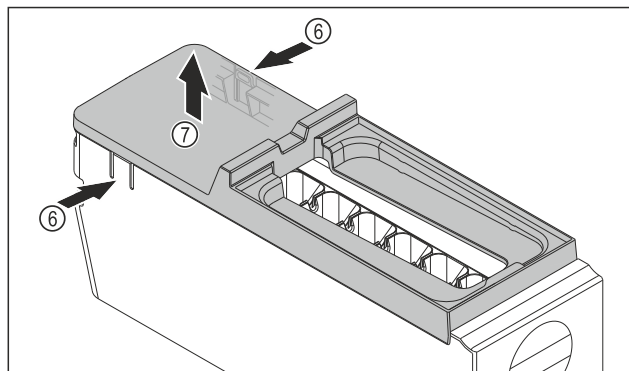

Fig. 132
- ▶ Snemite pokrov glavnega dela EasyTwist-Ice: Spone Fig. 132 (6) na obeh straneh glavnega dela EasyTwist-Ice pritisnite z eno roko.
- ▶ Pokrov Fig. 132 (7) z drugo roko dvignite in odstranite.